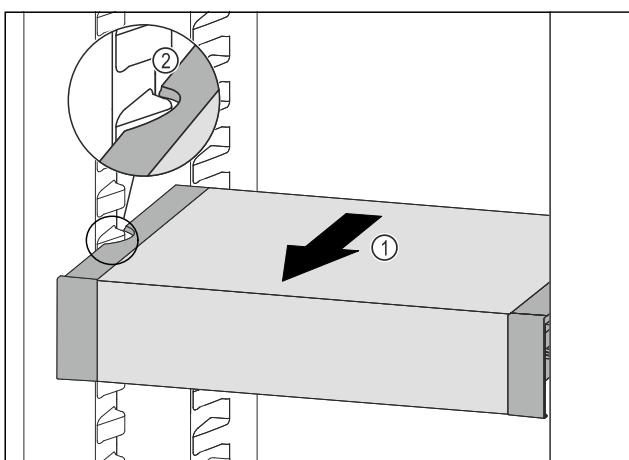

Fig. 92
- Predal VarioSafe povlecite naprej Fig. 92 (1), dokler nista stranska izreza predala VarioSafe na višini nastavka za posodo v hladilniku. Fig. 92 (2)